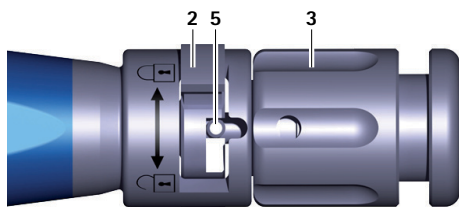
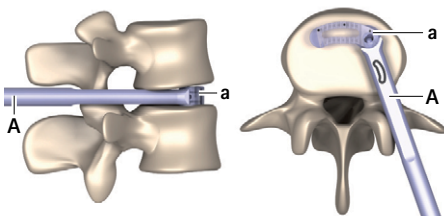

Fig. 3 Vista da vicino, strumento inseritore, interruttore chiuso
Fig. 11 Impianto in posizione finale
- Ruotare l'interruttore 2 verso destra (direzione ) , vedere Fig. 3.
- Ruotare il dado girevole **3** in senso antiorario (direzione „forward”), finché il pin **5** non si trova completamente nell'interruttore **2**, vedere Fig. 3. Assicurarsi che il pin **5** nell'interruttore **2** non si blocchi.
- Ruotare l'interruttore **2** verso destra (direzione ) , vedere Fig. 3.
- Non appena viene raggiunta la posizione finale (vedere Fig. 11): Ruotare il dado girevole **3** in senso antiorario (direzione „forward”), finché il pin **5** non si trova completamente nell'interruttore **2**, vedere Fig. 3. Assicurarsi che il pin **5** nell'interruttore **2** non si blocchi.
- ▶ Ruotare l'interruttore **2** verso destra (direzione ) , vedere Fig. 3.